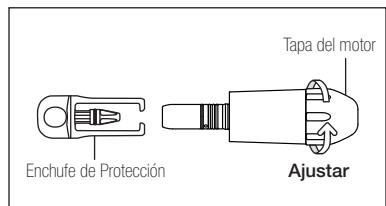

Fig.10
4) Atornille la tapa del motor al motor. Coloque el Enchufe de Protección en la ranura del motor. (Fig. 10)